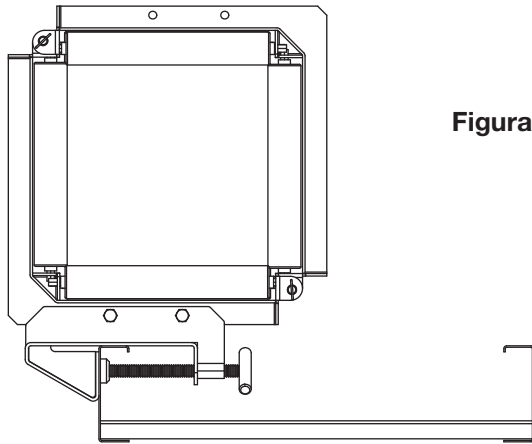

Figura 3
- La prensa se puede montar en cualquier dirección para permitir la orientación correcta con los rebordes nervados según se muestra en la Figura 3.